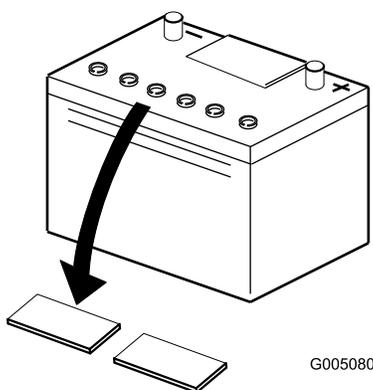

Figura 3
2. Limpe a parte superior da bateria e remova os bujões de ventilação (Figura 3).